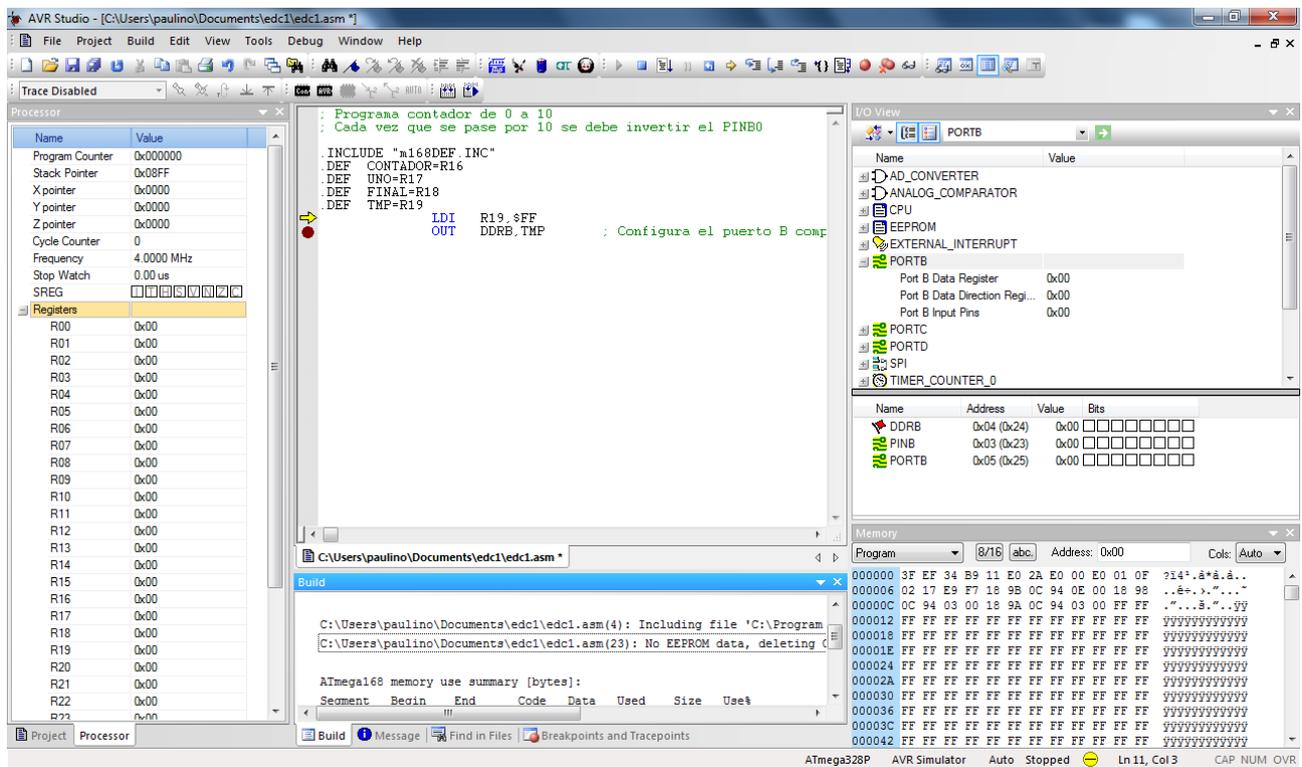

Figura 5. Visión global del modo de depuración de AVR-STUDIO.
Para comenzar la simulación del programa hay que acceder al menú **Debug** y utilizar la opción **Start Debugging**. Tras esto aparecen diferentes ventanas (ver figura 5) que componen el simulador:
- **Ventana de dispositivos de E/S:** Situada en la parte superior derecha, muestra en forma de árbol todos los dispositivos que tiene el microcontrolador seleccionado. En esta primera práctica de debe seleccionar el puerto C, de igual modo que se ha seleccionado la en la figura 5. De esta forma se visualizan los tres registros que forman el puerto.